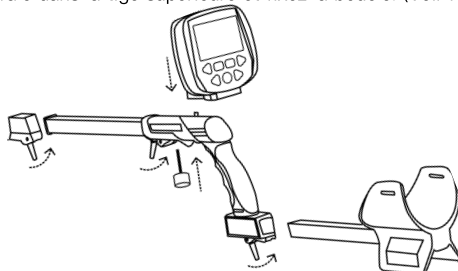

Fig.4
3. Ouvrez la boucle de la tige supérieure. Insérez la tige centrale dans la tige supérieure. Ajustez la longueur d'insertion de la tige centrale dans la tige supérieure et fixez la boucle. (Voir Fig.4)